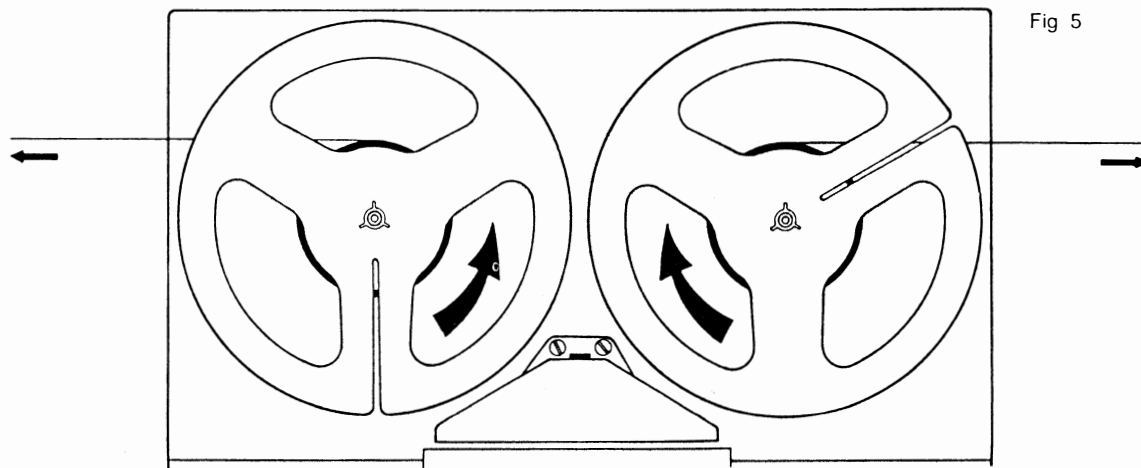

Fig 5
2.21 Checking the Brakes (see Fig. 5)
2.21 Contrôle (voir fig. 5)
2.21 Verificación (véase fig. 5)